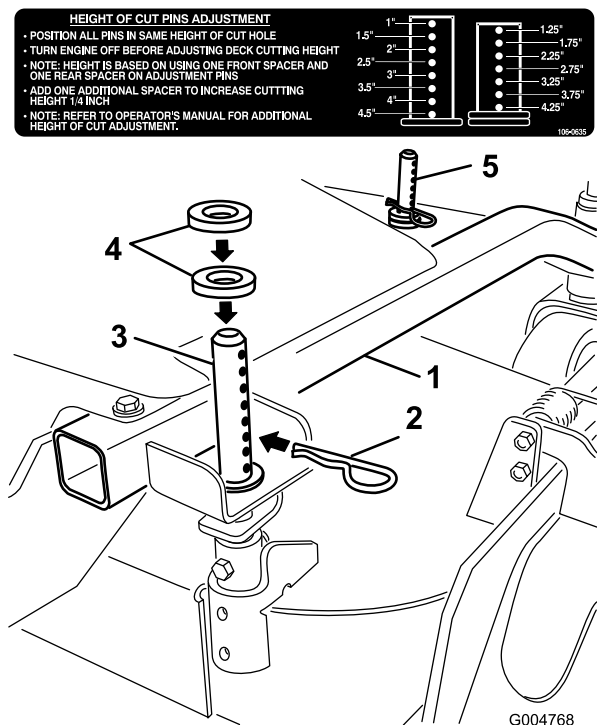

Figura 12
1. Selezionate il foro nella postazione dell'altezza di taglio e il numero dei distanziali corrispondenti all'altezza di taglio desiderata (Figura 12).
2. Tramite la manopola di sollevamento, sollevate il piatto di taglio e togliete la coppiglia a forcina (Figura 12).
3. Aggiungete o togliete i distanziali se necessario, quindi allineate i fori e inserite la coppiglia (Figura 12).